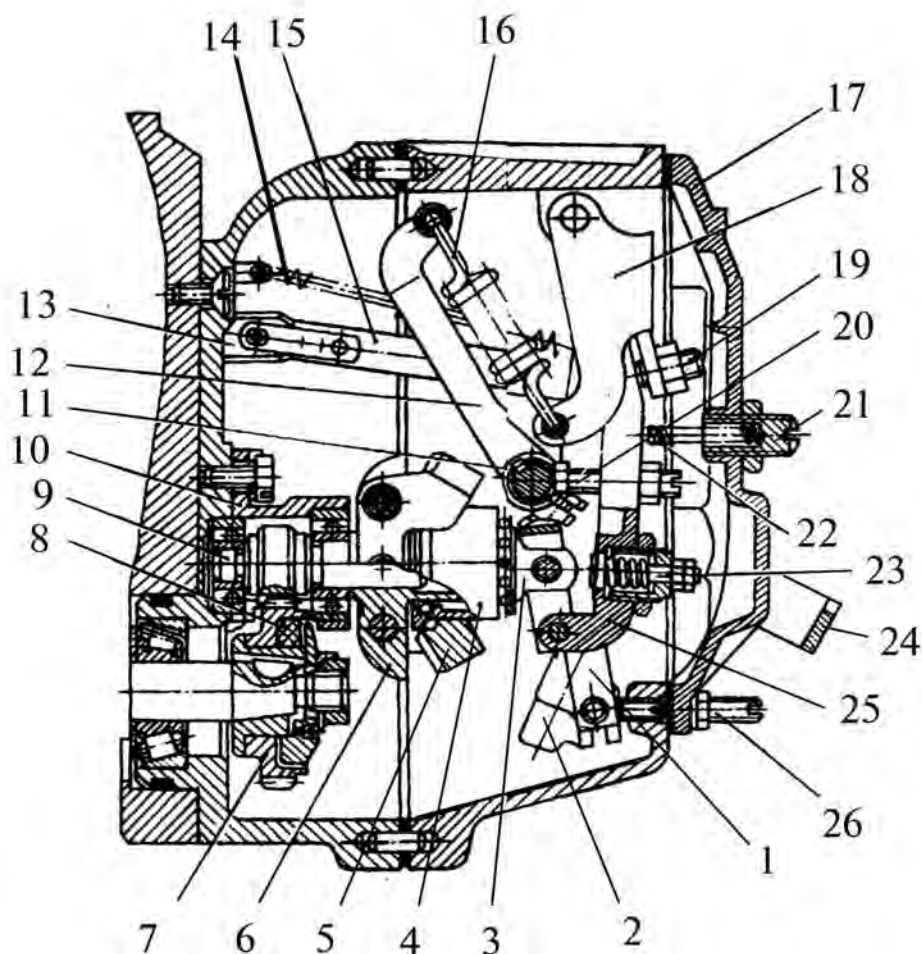

Рис. 3.19. Регулятор частоты вращения
Двигатель оборудован всережимным механическим регулятором (рис. 3.19) который, изменяя подачу топлива в зависимости от нагрузки, поддерживает заданную водителем частоту вращения. Регулятор установлен на заднем торце топливного насоса высокого давления.
Подача топлива полностью выключается механизмом останова, состоящим из кулисы **2** (рис. 3.19), скобы **24** и возвратной пружины, расположенной снаружи регулятора под крышкой. Кулиса со скобой останова соединяется пружиной, расположенной внутри кулисы и предохраняющей механизм регулятора от чрезмерных усилий при выключении подачи топлива. Во время работы двигателя кулиса прижата усилием возвратной пружины к регулировочному винту **26**.
3. Номинальная мощность (подача) регулируется болтом **20** (рис. 3.19).